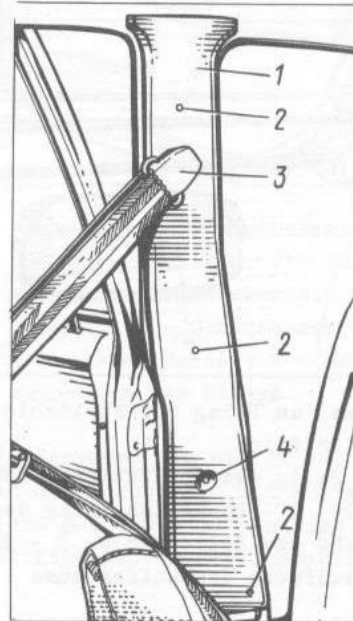

Bild 8-33. Belag des mittleren Pfostens:
Oberteil und Unterteil der Verkleidung des mittleren Pfostens (Bild 8-33) sind die gleichen Plastteile mit an der Innenseite angeklebten Geräuschisoliations-Zwischenlagen. Der Oberteil der Verkleidung wird mit Arretierstift 4 (siehe Bild 8-33) arretiert und an der Karosserie mit Schrauben 2 befestigt. Außerdem wird der Oberteil durch
- Beläge der mittleren Pfosten wegnehmen (siehe Bild 8-33);